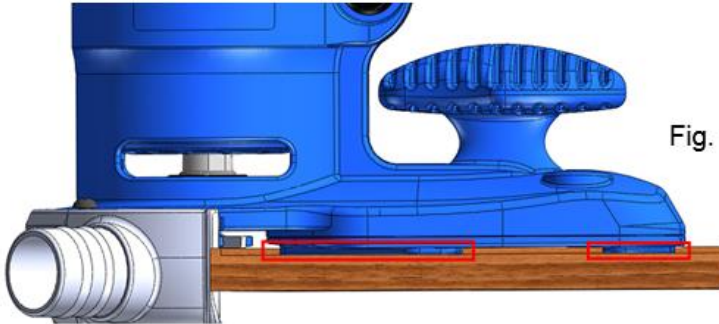

Fig. 14
- Beim vertikalen Fräsen ist darauf zu achten, dass die Führungsplatte plan auf dem zu bearbeitenden Werkstück aufliegt (Fig. 14).